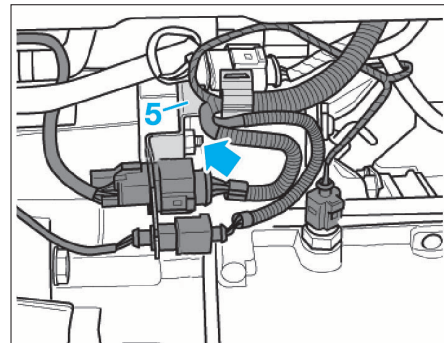

FIG. 14
- Dévisser l'écrou (flèche) et retirer le support (5) avec les câbles électriques (Fig.14).